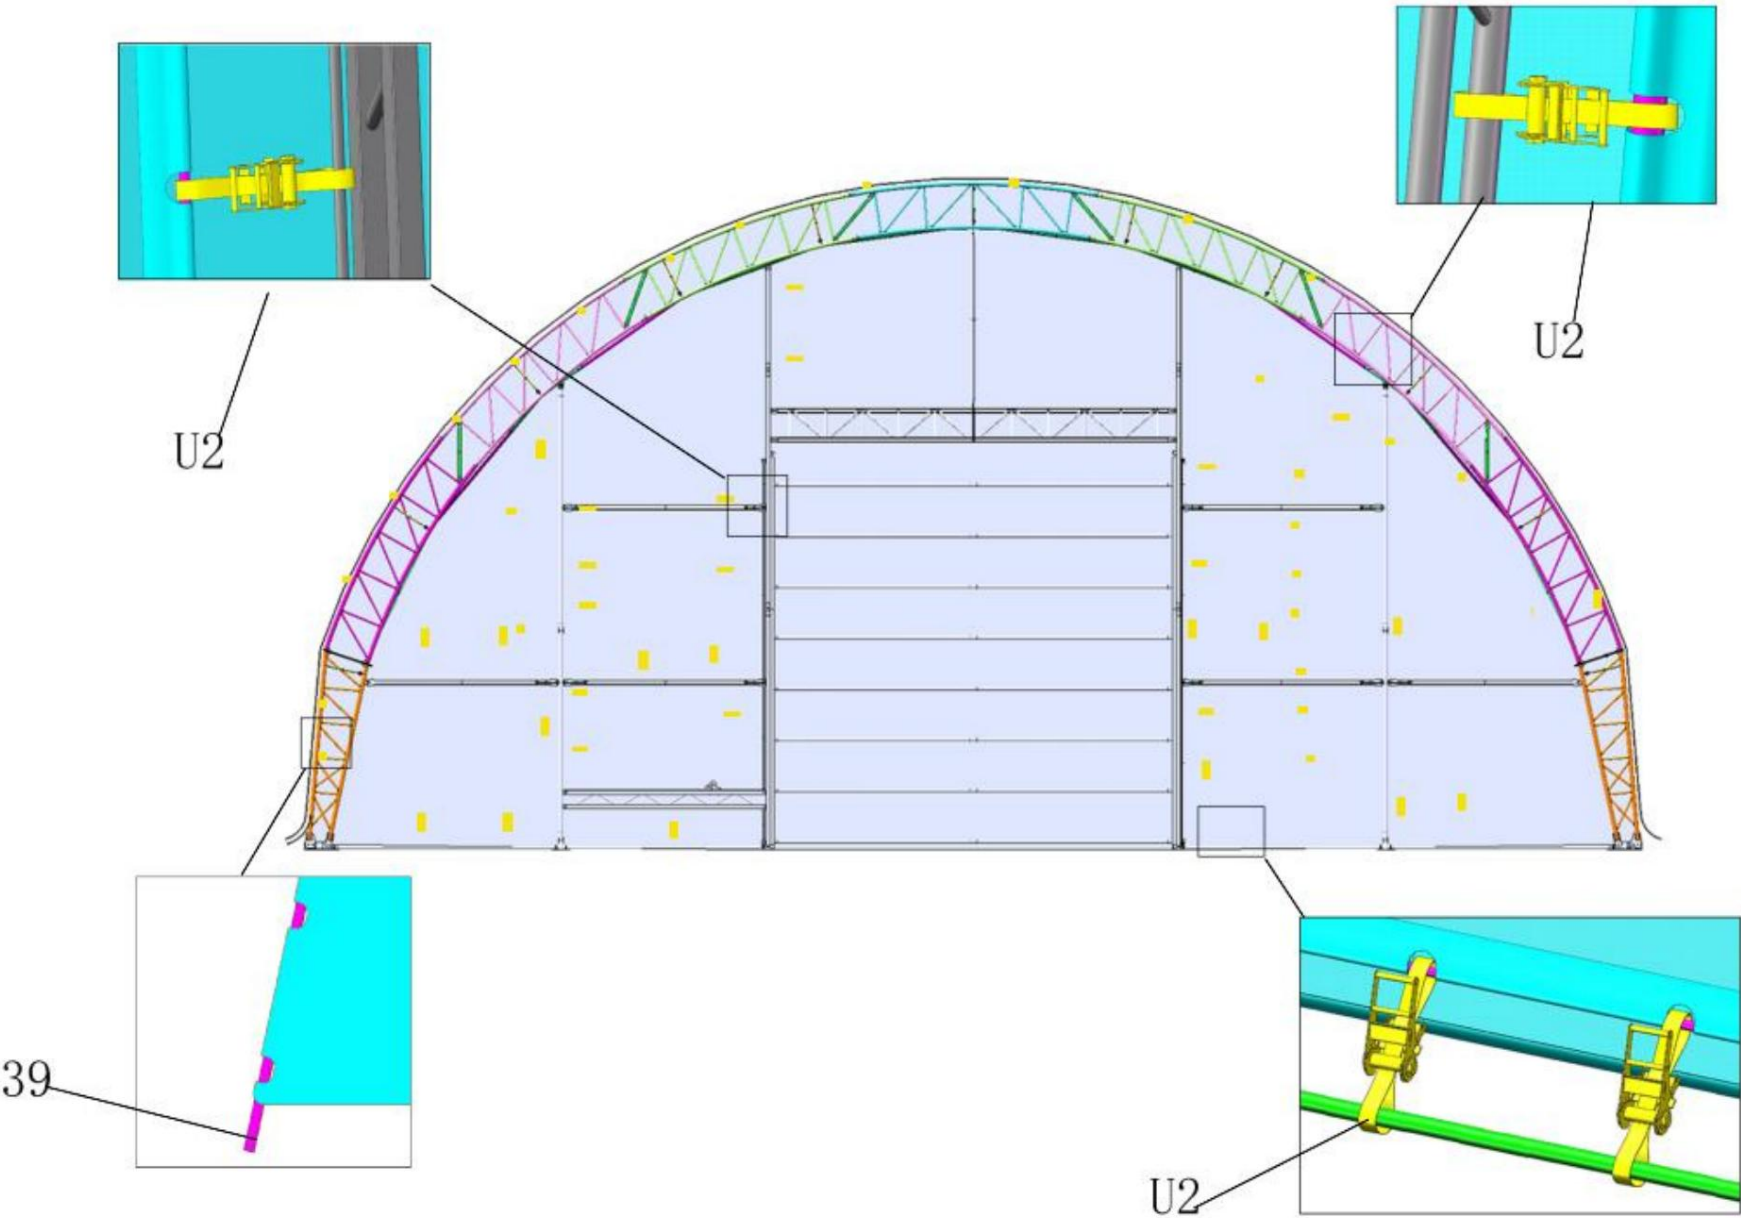

Figure 11
4. Lorsque vous fermez la porte, nous pouvons utiliser le fil d'acier de verrouillage pour la porte (n° 29) et le fil d'acier de verrouillage pour la poignée de la clé afin de la fixer. (Figure 11)